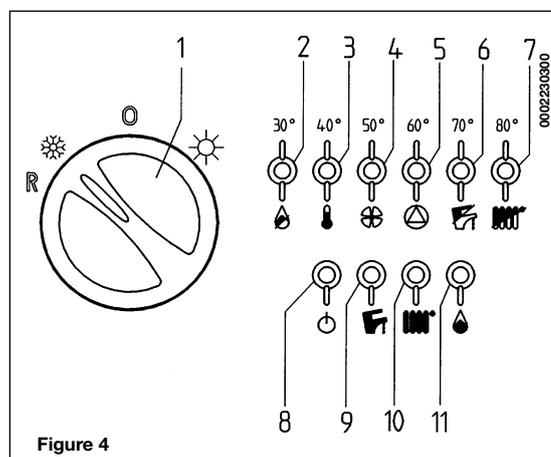

Figure 4
Il est conseillé dans ce cas de recommencer les opérations de mise en route jusqu'à l'arrivée du gaz au brûleur, en mettant momentanément le bouton (1) sur le symbole (R) (voir aussi la figure 4).